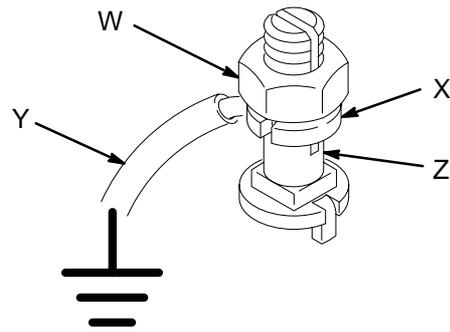

Fig. 2
Todas las otras bombas: utilizar una abrazadera y un cable de conexión a tierra. Vea la Fig. 2. Afloje la tuerca de apriete (W) y la arandela (X) de conexión a tierra. Introduzca un extremo de un cable de conexión a tierra (Y) de un mínimo de 1,5 mm² en la ranura de la orejeta (Z) y apriete la tuerca firmemente. Conecte el otro extremo del cable a una tierra verdadera. Cable de conexión a tierra y abrazadera, ref. pieza 237569.
4. *Cámara de compensación*: utilice un cable con conexión a tierra y una abrazadera. Vea la Fig. 2.